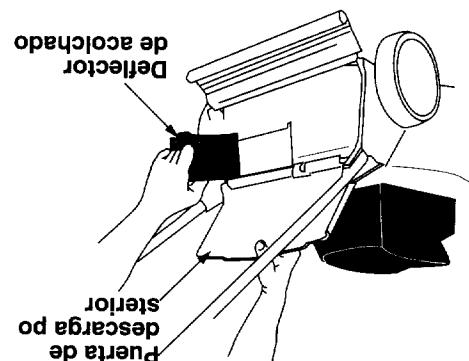

Figura 4
- Si cortadora ha sido despacchada como una corriente de acoholador, como una unidad embotellada de descarga posterior. Vea la figura 4.
- Usando un par de tenazas, presione uno de los soportes del mango inferior contra el soporte de los montajes del mango. Inserte el broche del cableo montaje del mango. Repita en el otro lado. Vea la figura 4.